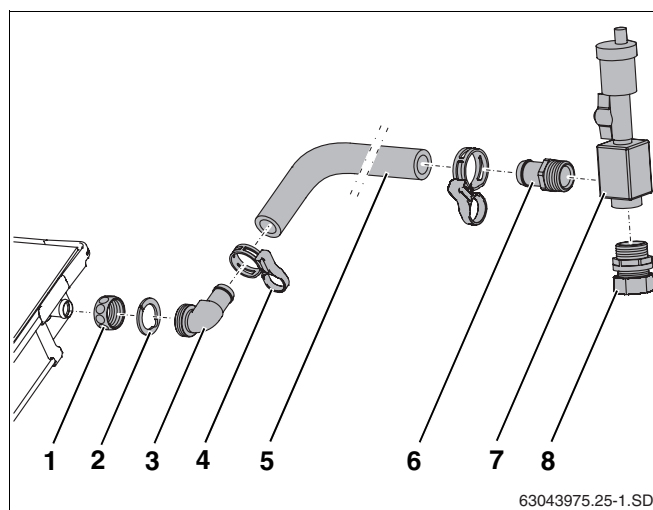

Fig. 38 Montar a mangueira solar à ligação de avanço
- ▶ Inserir a porca (fig. 38, **item 1**) sobre as ligações do colector.
- ▶ Colocar a anilha de aperto (fig. 38, **item 2**) atrás do reforço da ligação do colector e apertar.
- ▶ Alinhar o terminal angular com o O-ring (fig. 38, **item 3**) e aparafusar com a porca de capa.
- ▶ Aplicar a mangueira solar comprida (1000 mm, fig. 38, **item 5**) sobre o terminal angular e fixar com braçadeira de mola (fig. 38, **item 4**).
- ▶ Enroscar o terminal de mangueira R $\frac{3}{4}$ com o O-Ring (fig. 38, **item 6**) e o casquilho duplo com o O-Ring (fig. 38, **item 8**) na câmara de ar (fig. 38, **item 7**).
- ▶ Colocar o terminal de mangueira (fig. 38, **item 6**) até ao batente na mangueira solar e fixar com a braçadeira de mola.
- ▶ Ligar a tubagem colectora à união roscada de anel de aperto (fig. 38, **item 8**).